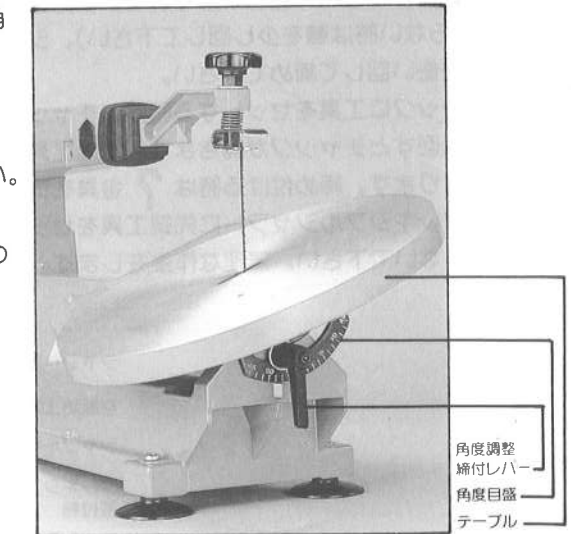

図11
■テーブル角度の調整方法 (図11参照)
- (1)押し付けブラケットを取り外してください。
- (2)テーブル下の角度調整締付レバーをゆるめてください。
- (3)テーブルを手で希望の角度に傾斜させてください。
- (4)角度値は目盛りが付いていますから、その目盛に合わせて調整してください。
- (5)角度調整締付レバーでテーブルを固定してください。